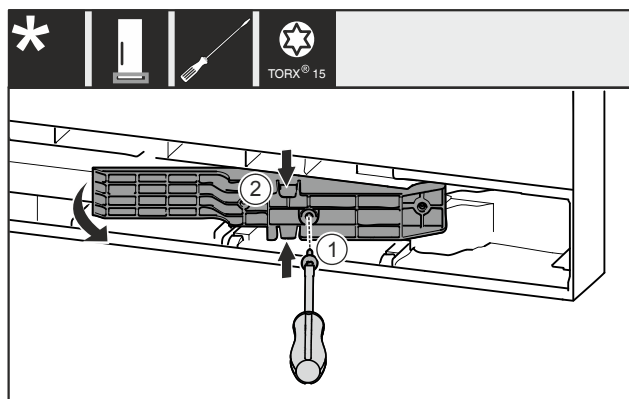

Fig. 13 *
- Izvadite vijak Fig. 13 (1)*
- Lagano pritisnite adapterski element Fig. 13 (2) na vrhu i na dnu i izvucite ga.*